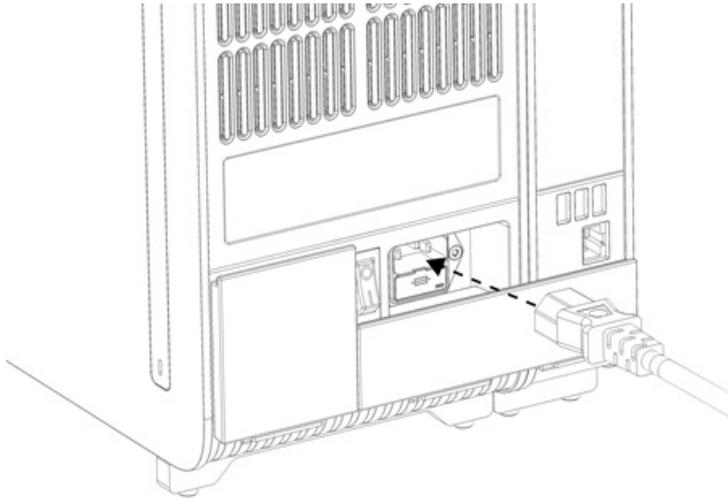

Abbildung 20. Anschließen des Netzkabels.
8. Schließen Sie das mit dem QIAstat-Dx Analyzer 1.0 gelieferte Netzkabel an der Rückseite des ersten Analysemoduls an (Abbildung 20).